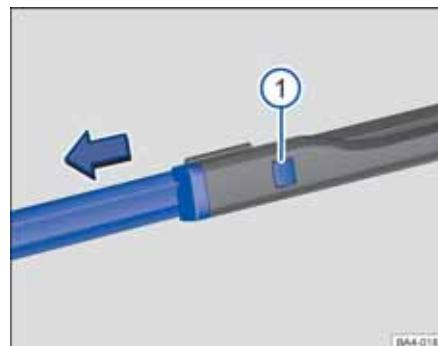

图 205 更换风窗刮水器刮水片
- 按住分离按钮⇒ 图 205① 同时沿图示箭头方向拉出刮水片。